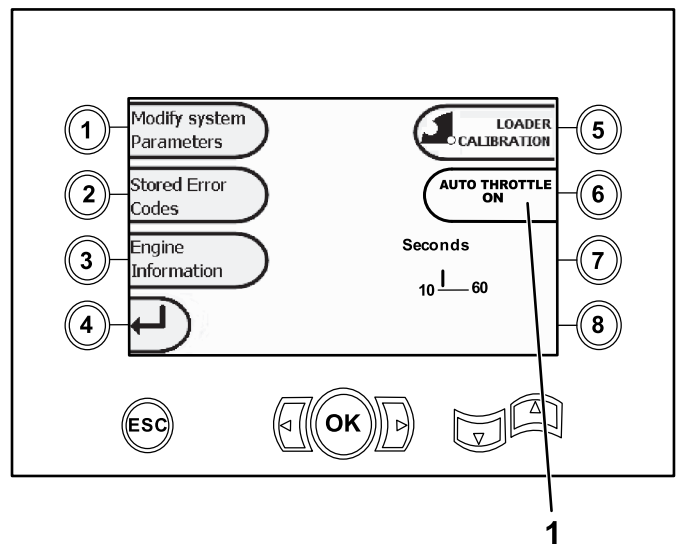
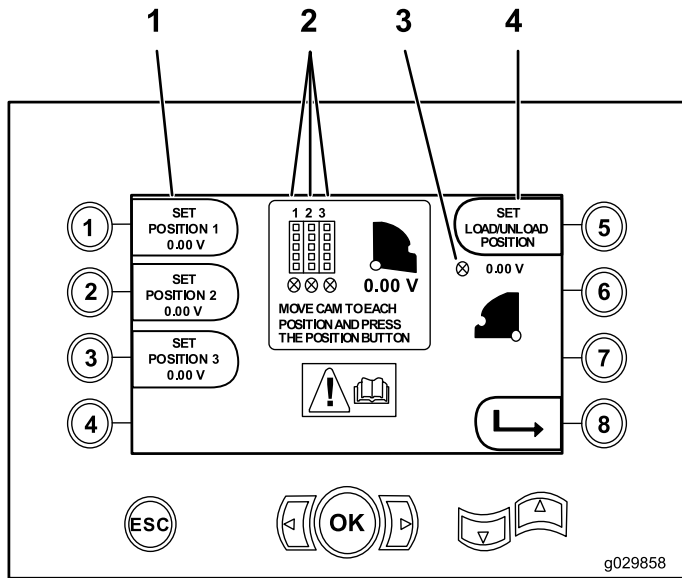

Figure 18
Figure 26
Versions K et suivantes du logiciel seulement : utilisez cet écran pour étalonner les cames du chargeur (Figure 18) comme décrit dans Figure 26.
Versions V et suivantes du logiciel seulement : utilisez cet écran pour sélectionner l'option de commande automatique des gaz (Figure 18).
Pour accéder à cet écran, appuyez sur le bouton 1 de l'Écran de diagnostic et mise à jour (page 7) pour sélectionner l'option Modification des paramètres système (Figure 18).
- Bouton 1 – Réglage à la position 1 (Figure 26)
- Bouton 2 – Réglage à la position 2 (Figure 26)
- Bouton 3 – Réglage à la position 3 (Figure 26)
Pour régler la position de charge ou de décharge, appuyez sur le bouton 5 (Figure 26).